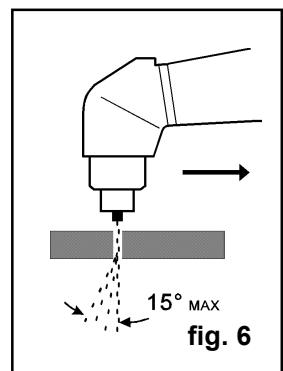
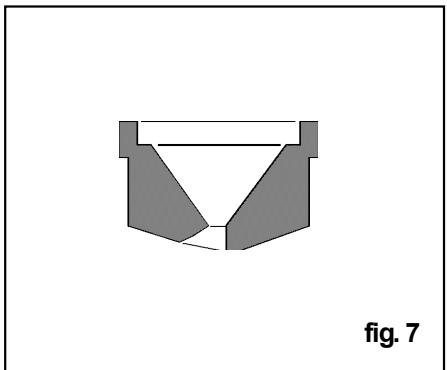
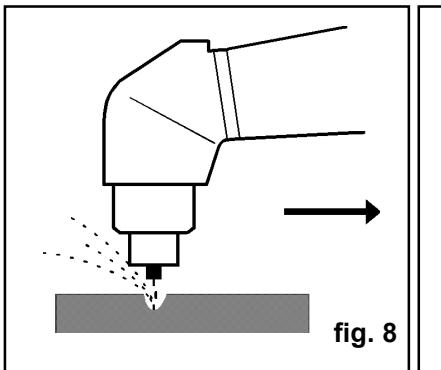

fig. 6
fig. 7
fig. 8
- velocità elevata. Assicurarsi sempre che l'arco sfondi completamente il pezzo da tagliare e che non abbia mai un'inclinazione, nel senso di avanzamento, superiore ai 10 - 15° (vedi fig. 6). Si eviteranno un consumo non corretto dell'ugello (vedi fig. 7) e bruciature al portauugello (vedi fig. 8).